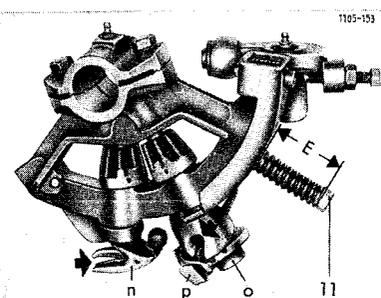

Bild 35
Knüpfer n und Garnhalter o häufig kontrollieren: Schmutz zwischen Knüpferhaken und Zunge, sowie zwischen Garnhalterkonus und Klammer entfernen (siehe Pfeile in Bild 35). Bei **jährlicher Inspektion** bzw. Reparatur **Lagerstellen** für Knüpfer- und Garnhalterschaft mit **Molykote-Paste „X“** behandeln.
**Kontrollmaß E** (Höhe der Garnhalterspannfeder in Bild 35) soll bei **Sisal-garn 54–56 mm**, bei **Kunststoffgarn 56 mm** betragen. Bei Abweichungen Schraube 11 entsprechend verstellen.